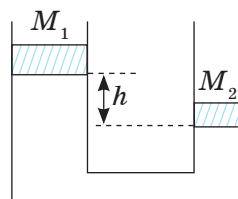

Рис. 23.2
1. Два вертикальных сообщающихся цилиндра заполнены водой и закрыты поршнями с массами  $M_1$  и  $M_2$  (рис. 23.2). В положении равновесия левый поршень расположен выше правого на величину  $h$ . Когда на левый поршень поместили гирию массой  $m$ , поршни в положении равновесия оказались на одной высоте. Какова будет разность высот поршней  $H$  в положении равновесия, если гирию перенести на правый поршень?